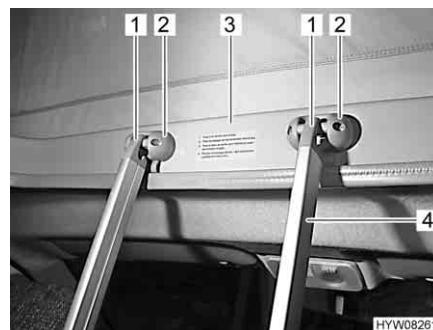

Fig. 96 Scaletta di accesso
Per accedere al letto sul tetto a soffietto utilizzare sempre la scaletta di accesso (Fig. 96,4) montata di serie.
- Aggiornare la scaletta con i due archetti (Fig. 96,1) nelle graffe (Fig. 96,2) del telaio (Fig. 96,3) del tetto a soffietto.